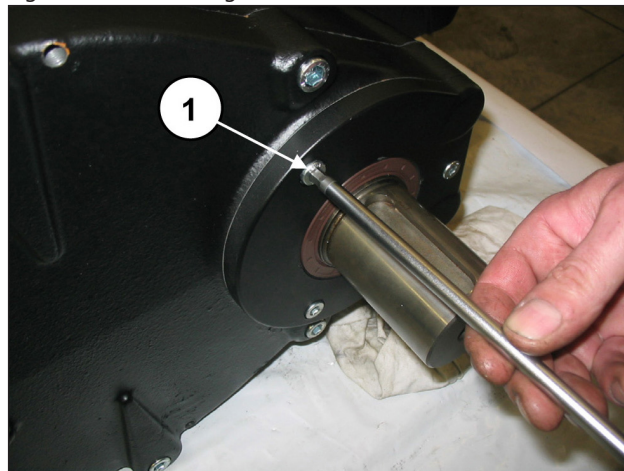

Fig. 3
Solte os parafusos de fixação da flange do redutor (pos. ①, Fig. 3) e remova a flange do eixo.